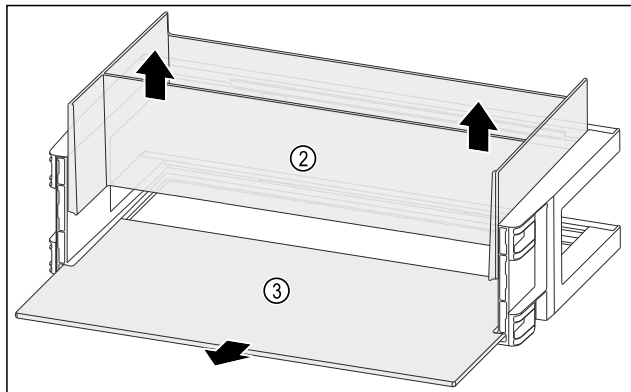

Fig. 116
- ▶ Organizator Fig. 116 (2) dvignite in odstranite.
- ▶ Odstranite polico za odlaganje Fig. 116 (3).